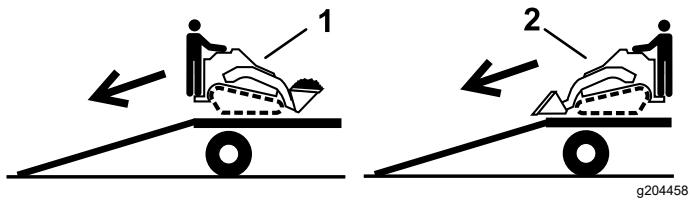

Figure 31
- Descendez la machine de la remorque en gardant le côté le plus lourd en haut de la rampe et en maintenant la charge en bas (Figure 31).